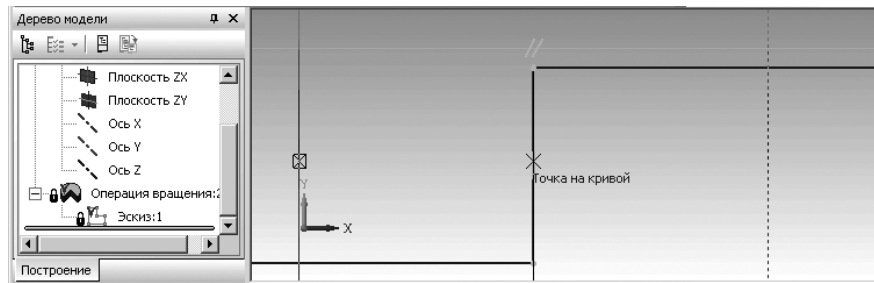

Рис. 2.63. Ввод вертикальных вспомогательных параллельных прямых
- щелкните дважды на **Панели свойств** в поле **Расстояние** и введите значение 3, а затем нажмите клавишу **Enter**. Появятся две вспомогательные прямые параллельные выделенной вертикально торцевой линии левой ступени вала. Они отстоят от нее по разные стороны на 3 мм. Это состояние системы показано на рис. 2.63.